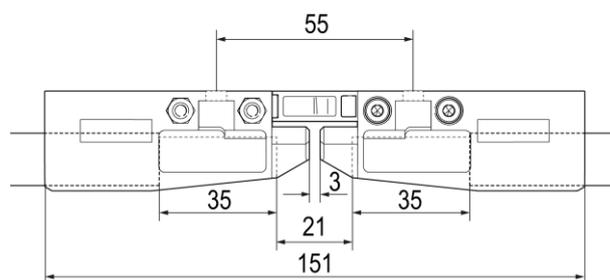

Abb. 74: Montagemaße der Lufttrennstelle
- Zur genauen Positionierung der Lufttrennstelle kann auf das eine Ende der Lufttrennstelle eine Schleifleitung aufgesteckt werden. Der Abstand der beiden Schleifleitungen in einer Lufttrennstelle beträgt 21 mm (siehe Abb. 74).
- Seitliche Schrauben (S) zur Fixierung der Schleifleitungen anziehen.